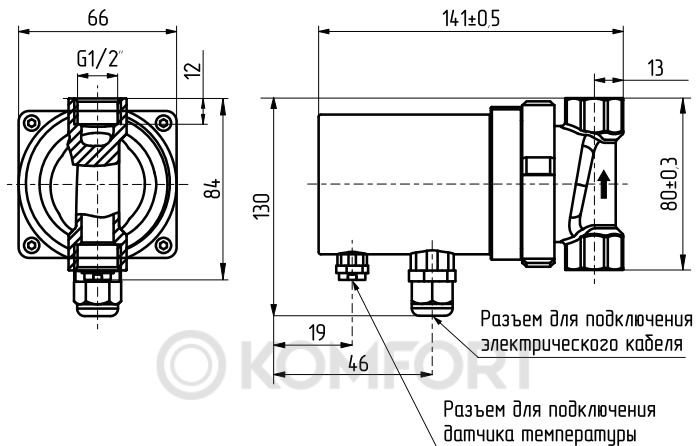

Рис.2 Монтажные размеры насоса
- Стрелка на корпусе насоса указывает направление протекания рабочей жидкости (**см. Рис.2**);